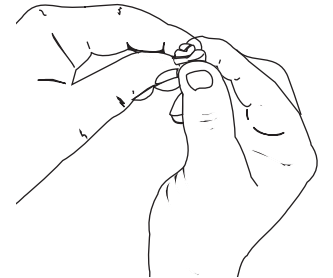

Fig. 35
5. Pressez le filtre pour répartir et drainer l'excédent d'huile (Fig. 35).